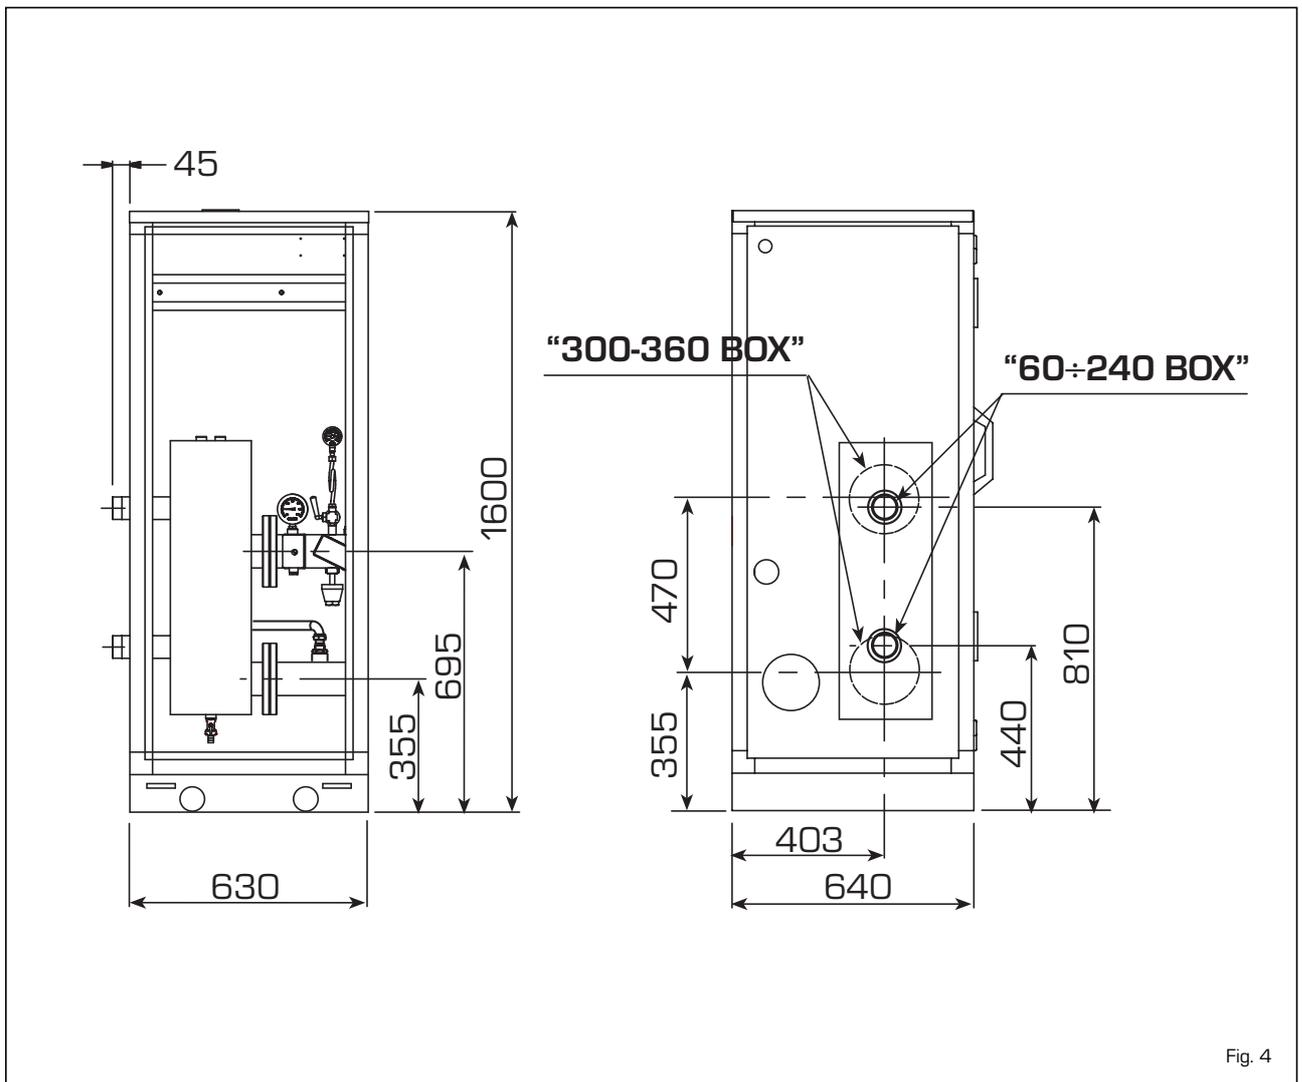

Fig. 4
- Caja individual (dimensiones: 630 x 640 x 1600) para separador hidráulico y kit de seguridad cód. 8101517 (fig. 4)